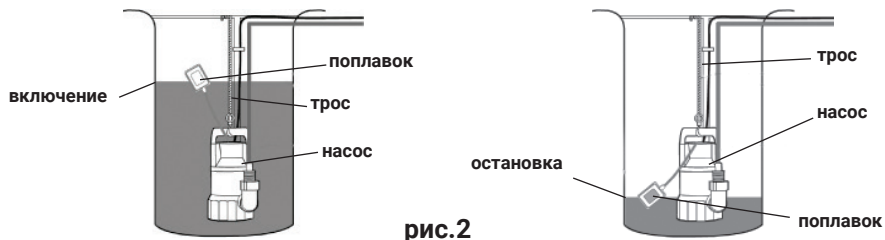

рис.2
3. Насос оснащён поплавковым выключателем, который отрегулирован на определённый уровень отключения/включения насоса, как изображено на рис.2. Убедитесь, что при минимальном уровне воды насос отключается. При установке насоса необходимо убедиться в том, что имеется достаточно места для свободного перемещения поплавкового выключателя, а также в том, что отверстия в зоне всасывания не перегорожены полностью или частично. После того, как насос опущен в воду, можно подключать его к электросети.
- при нижнем положении поплавка (рис.2 «остановка») насос не включается;